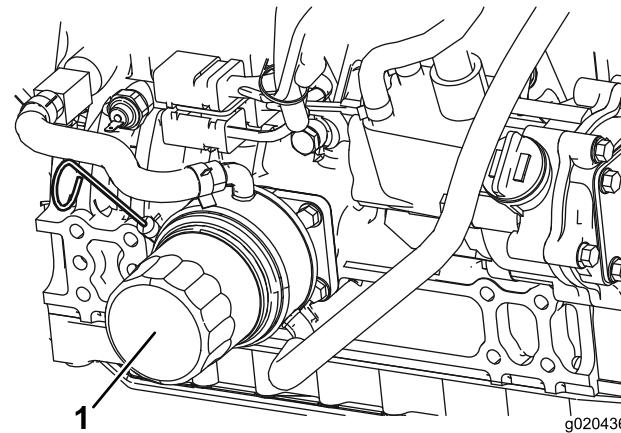

Figura 52
2. Togliete il filtro dell'olio (Figura 52). Applicate un velo di olio pulito sulla tenuta del nuovo filtro prima di avvitarla. **Non serrate troppo.**